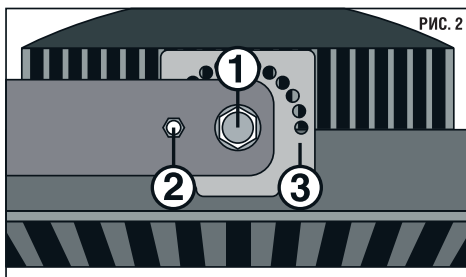

РИС. 2
2. Чтобы изменить угол наклона светильника, необходимо ослабить боковые винты (1) и высвободить фиксирующий винт (2). См. рис. 2.
3. После определения нужного угла наклона плотно затяните фиксирующий винт и боковые винты на фиксирующей пластине (3).